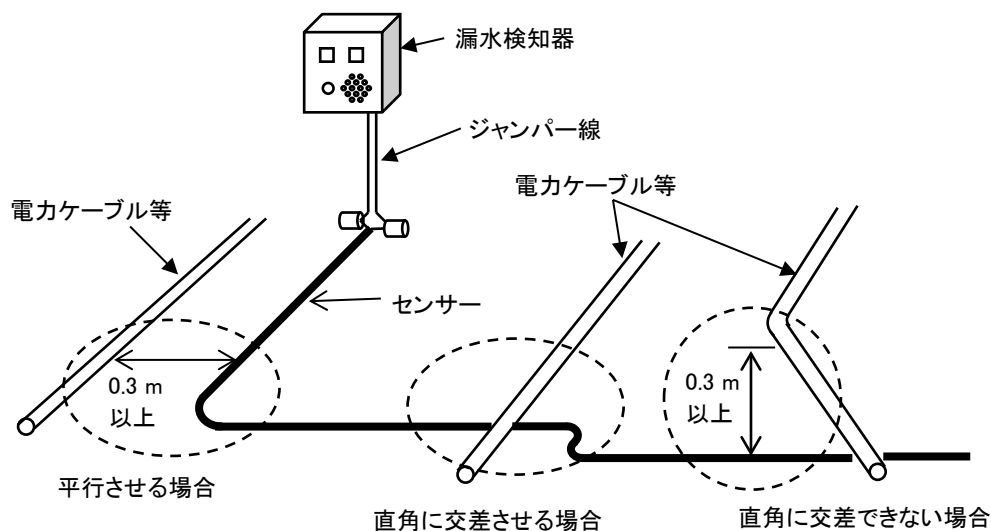
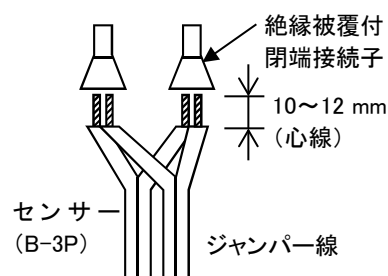

図 7 電磁環境下におけるセンサー布設方法
図 12 B-3P とジャンパー線の接続例
③ 布設経路の注意事項
- ・ ノイズによる誤検知防止のために、センサーやジャンパー線が電力線を横切る場合は、直角に交差するように布設します。また、平行に布設する場合は 0.3 m 以上離してください(図 7)。
⑤ ジャンパー線とセンサーの接続方法
- ・センサー同士またはジャンパー線 (φ 0.9 mm) との接続には、絶縁被覆付閉端接続子の使用を推奨します (図 12)。圧着後、センサーを引っ張り、圧着が確実であるかを確認してください。
- ・ センサーやジャンパー線と電力線等の強電回路ケーブルを直角に交差できない場合は、ノイズによる誤動作防止のため、0.3 m 以上離します(図 7)。
④ 専用帯状センサー(B-5P-EM)の接続方法
- ・ センサーとジャンパー線(φ0.9 mm)の接続には、絶縁被覆付閉端接続子を使用することを推奨します(図 12)。圧着後、センサーを引っ張り、圧着が確実であるかを確認してください。